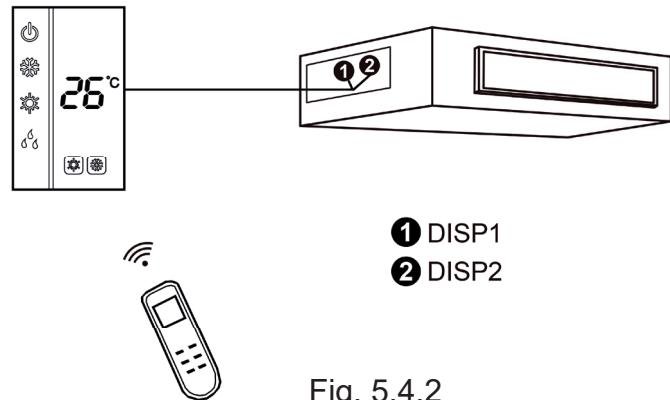

Fig. 5.4.2
2) La Fig. 5.4.2 mostra l'installazione del Telecomando.